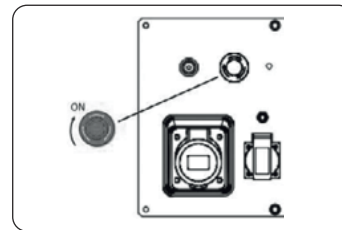

Рис. 20
2. Отщелкните кнопку аварийной остановки (повернув по часовой стрелке), (Рис. 20).